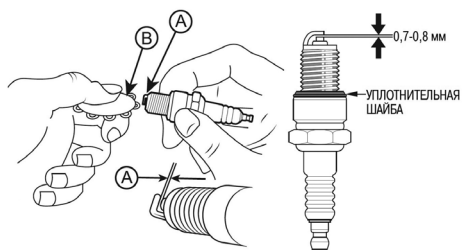

Рис. 26. Проверка межэлектродного зазора
- Измерьте зазор А между электродами свечи зажигания специальным щупом В. Зазор должен быть $0,7-0,8$ мм (Рис. 26). При увеличении или уменьшении требуемого зазора, рекомендуется заменить свечу, так как регулировка зазора может привести к изменению качества искрообразования.